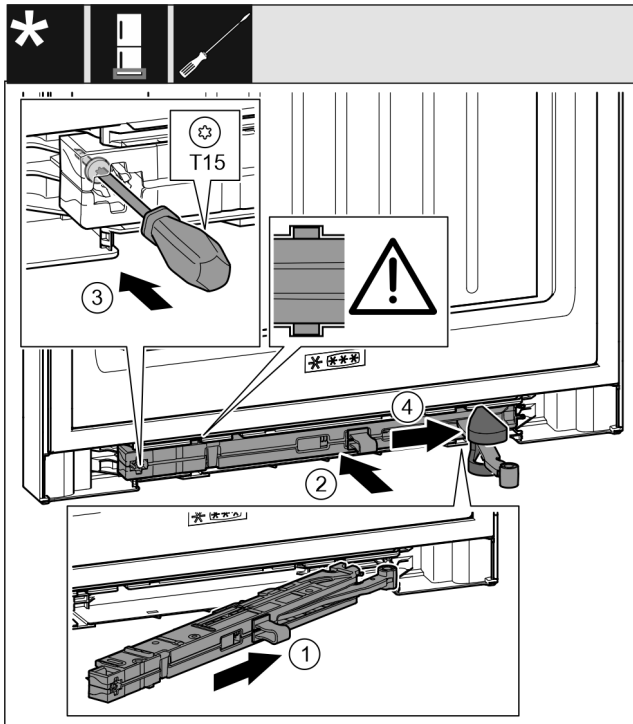

Fig. 40
- ▶ Côté support de palier, pousser l'unité d'amortissement de fermeture Fig. 40 (1) jusqu'en butée de biais dans l'évidement.
- ▶ Pousser complètement l'unité d'amortissement de fermeture Fig. 40 (2) dans l'évidement.
- ▶ Serrer la vis Fig. 40 (3) avec un tournevis.
- ▶ Pousser le cache Fig. 40 (4) sur la jointure.